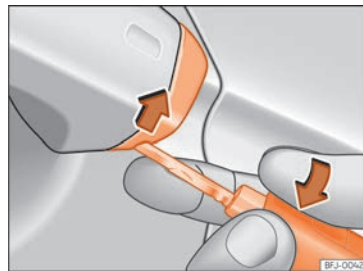

Abb. 97 Fahrertürgriff: Abdeckkappe abhebeln.
- Den Schlüsselbart am Fahrertürgriff in die untere Öffnung der Abdeckkappe stecken » **Abb. 97** und die Abdeckkappe von unten nach oben anheben.